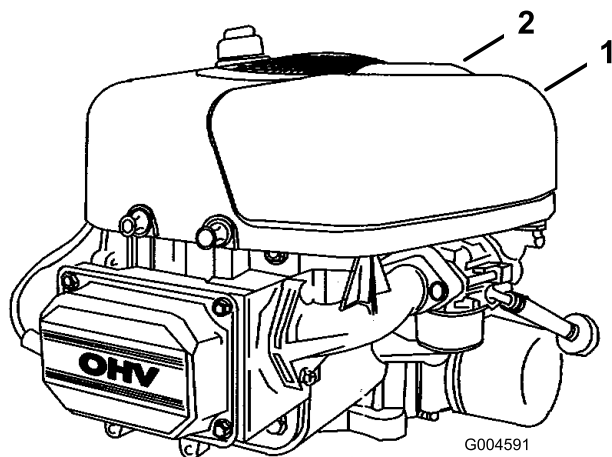

Figura 23
4. Alzare il manico del carter del filtro dell'aria e girarlo verso il motore (Figura 23) e togliere il coperchio del filtro dell'aria.